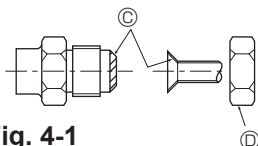

Fig. 4-1
А (Fig. 4-1)
Б (Fig. 4-1)
4.2. Соединительные трубы (Fig. 4-1)